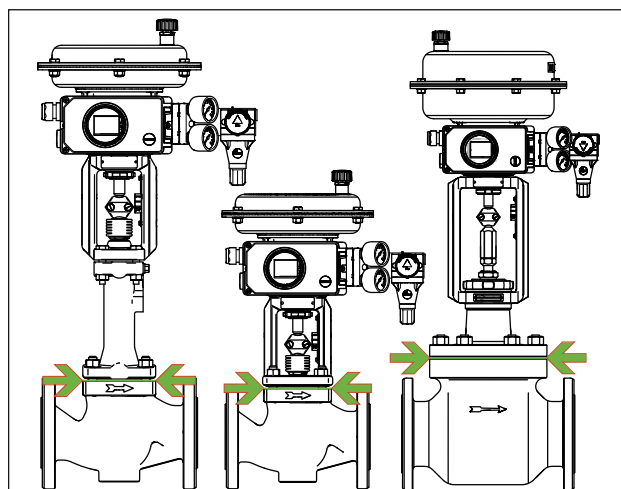

Bild 21: Grenze der Einisolierung von Stellventilen (Beispieldarstellung)
- ⇒ Stellventile nur bis zum Deckelflansch der Ventilgehäuse einisolieren, vgl. Bild 21. Dies gilt auch für Ausführungen mit Balg- oder Isolierteil bei Mediumstemperaturen unter 0 °C oder über 220 °C. Wird das Isolierteil mit einisoliert, verliert es seine Funktion!